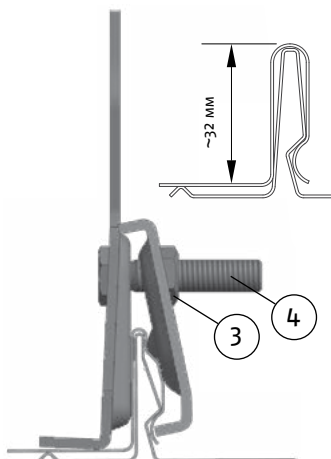

Рисунок 3
- фіксатори з регульованими кронштейнами (рис. 1) попередньо закріпити на фальці (це дозволяє корегувати положення), використовуючи для цього затискні елементи, розташувавши їх таким чином, щоб їхні нижні згини опинились у місці звуження фальця; скрутити все за допомогою 4 болтів із шестигранною головкою М8х30 і гайок М8 з обмеженою силою затиску (рис. 3).